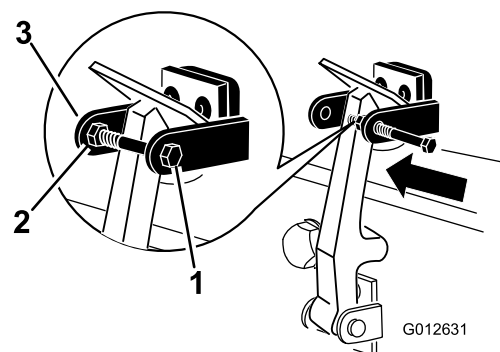

図 6
- フードラッチブラケットのもう一つのアームにボルトを差し込んでラッチをロックする **図 6**。ボルトをしっかり締め付けるが、ナットは締め付けない。